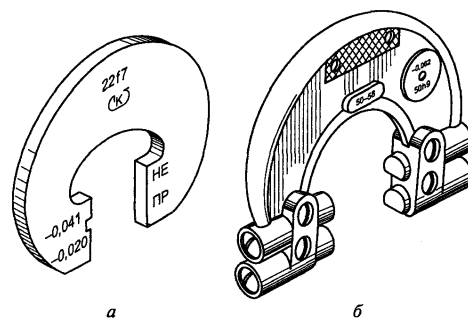

Рис. 4.6. Калибр-скобы
10. Чем отличаются калибр-скобы, изображенные на рис. 4.6?